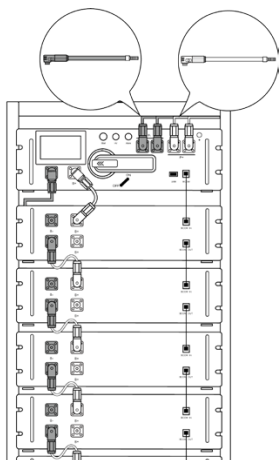
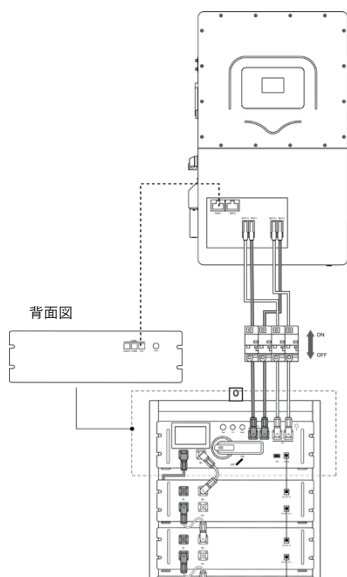

図 1-5
図 1-6
3. PCS への接続：図 1-5 および図 1-6 を参照してください。